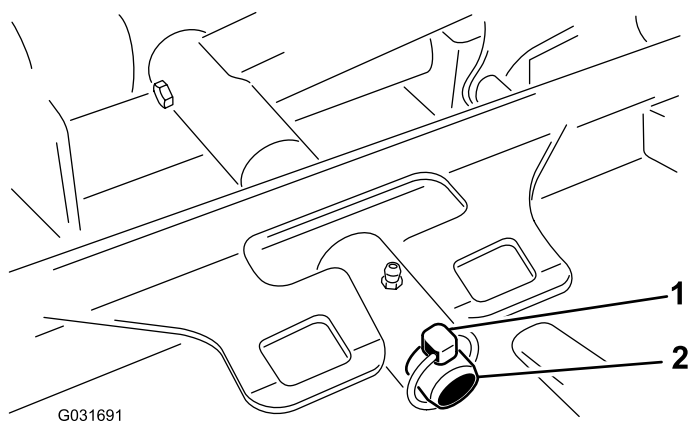

Figura 96
3. Retire el pasador de seguridad que sujeta el bastidor de tiro de la carcasa a la barra de giro del brazo de elevación (Figura 96).
3. Desplace el bastidor de tiro de la carcasa sobre la barra de giro del brazo de elevación y fíjelo con el pasador de seguridad (Figura 96).